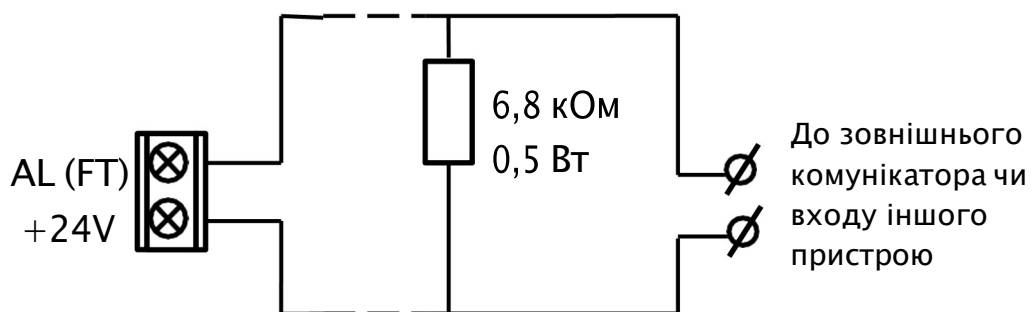

Рисунок 5.4 – Підключення виходів AL та FT
5.3.5.1 ППКП містить 2 виходи «Пожежа» та «Несправність» для підключення зовнішніх пристроїв або комунікатора. Це транзисторні виходи типу «відкритий колектор» з обмеженням струму комутації (100 мА) та контролюванням лінії підключення. В кінці лінії встановлюють резистор 6,8 кОм, 0,5 Вт. Підключення виходів наведено на рис. 5.4. Якщо вихід не планується використовувати, то потрібно зробити відповідні налаштування за допомогою застосунку tLoader II. На рисунку показано підключення виходів до гальванічно розв'язаних входів (обмотки реле, оптопари) суміжних пристроїв. Якщо входи не мають гальванічної розв'язки, потрібно додатково з'єднати клеми «GND» ППКП і суміжних пристроїв.